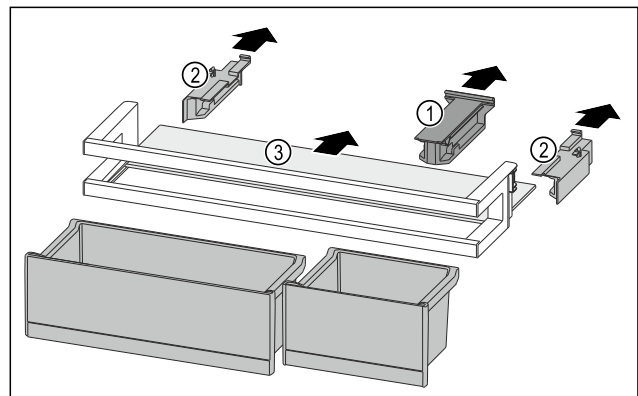

Fig. 119
- ▶ Halteteil Fig. 119 (1) abziehen.
- ▶ Seitenteile Fig. 119 (2) abziehen.
- ▶ Abstellfläche Fig. 119 (3) entnehmen.